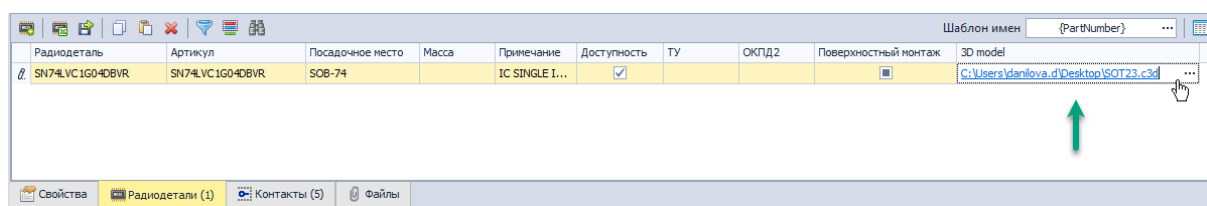

Рис. 298 Внешняя 3D модель задана
5. Выбранная модель будет задана для радиодетали, см. Рис. 298. Для других радиодеталей 3D модель задается аналогично.